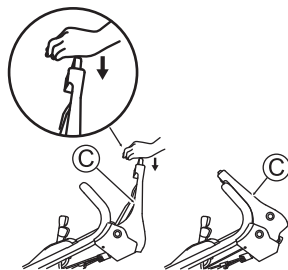

Fig. 17
3 Empurre a alavanca da lâmina (C) para frente pressionando o botão vermelho. (Veja a fig. 17)